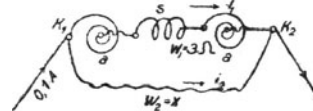

Fig. 20.
88. Es soll ein 1 ohmiges Weston-Galvanometer mit der Konstanten  $C = \frac{1}{000}$  gebaut werden. Leider stellt sich heraus, daß der Widerstand der beiden Federn aa (Fig. 20) und der Spule s bereits  $3 [2,5] (2,8) \Omega$  beträgt. Man muß daher parallel zu diesem Widerstand einen Widerstand  $w_2$  legen, so daß der Kombinationswiderstand beider  $1 \Omega$  ist. Gesucht: